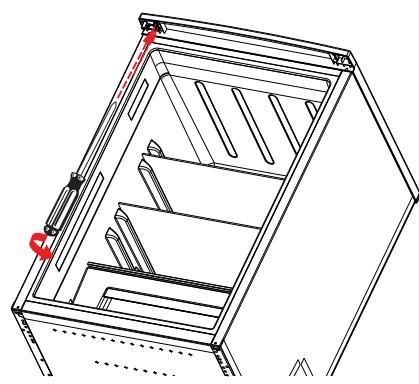

Fig. 13
- Vuelva a atornillar la bisagra superior con los dos tornillos de sujeción en el lado izquierdo del aparato (fig. 13).